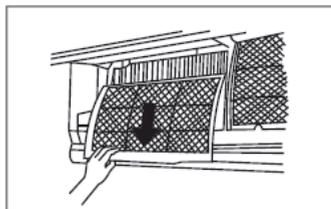
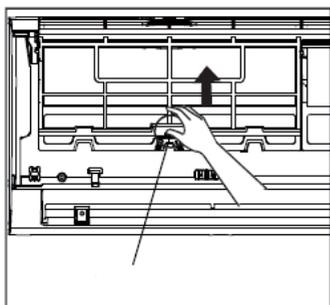

fig. 16 -
fig. 15 -
3. Remova os filtros empurrando as patilhas centrais para cima até que sejam libertadas do retentor e puxe-as para baixo ("fig. 15 -" e "fig. 16 -").